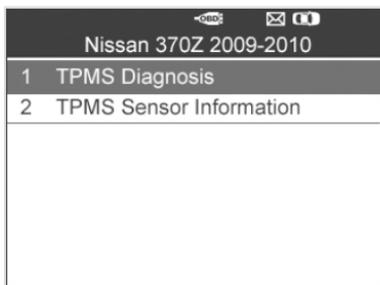

Imagen 4.21
- 5) El instrumento mostrará una pantalla de función como la que se muestra abajo. Utilice el botón de desplazamiento **ARRIBA/ABAJO** para seleccionar **diagnóstico TPMS** o **información del sensor TPMS**, y pulse el botón **Y** para continuar. (Imagen 4.21)